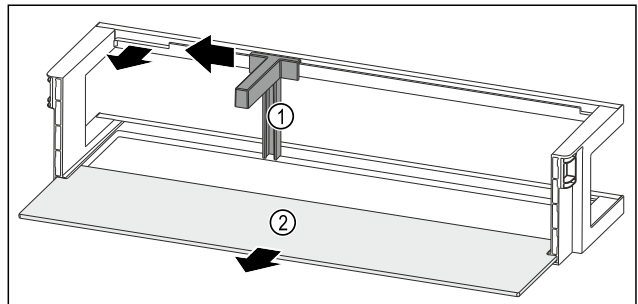

Fig. 106 Türabsteller mit Flaschenhalter und Abstellfläche
- ▶ Flaschenhalter Fig. 106 (1) bis zur Aussparung zur Seite schieben.
- ▶ Flaschenhalter Fig. 106 (1) entnehmen.
- ▶ Abstellfläche Fig. 106 (2) entnehmen.